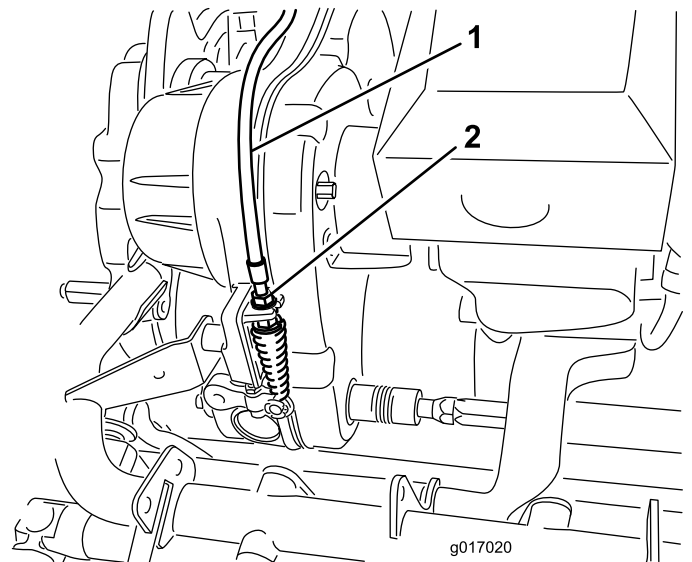

图45
2. 在变速箱隔板上，调整滚刀控制装置拉线（图45），使弹簧长度达到 2.78-2.85 英寸（70.6-72.4 毫米）。